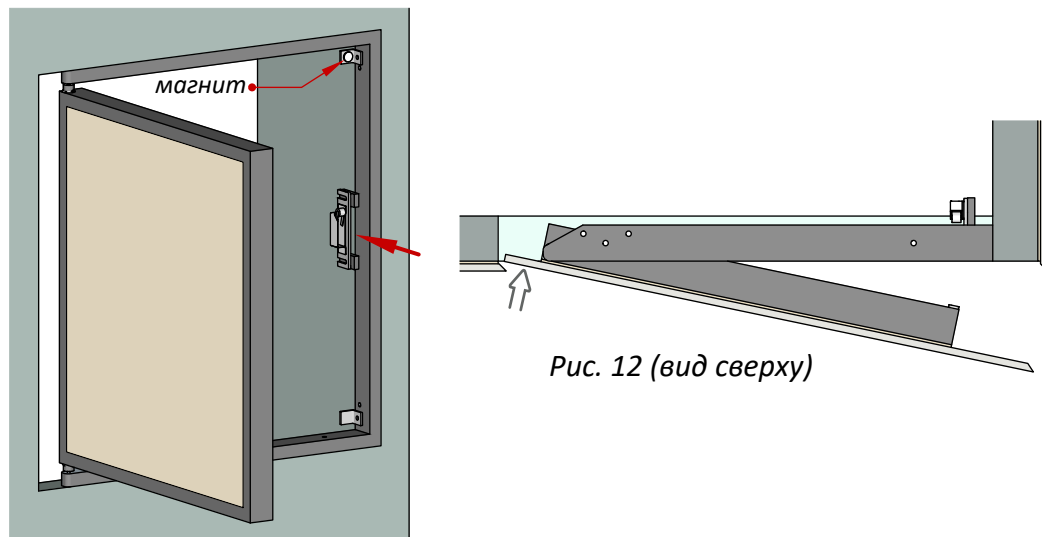

Рис. 11
4) Отодвиньте платформу с замком вглубь, чтобы замок не касался створки во время укладки плитки (Рис.11).
5) На один стопорный уголок прикрепите неодимовый магнит (Рис.11) и утопите уголок с магнитом так, чтобы от магнита до створки было 1-3 мм, он будет удерживать створку люка в момент укладки плитки. Отрегулируйте второй стопорный уголок таким образом, чтобы не нарушалась плоскость створки люка со стеной.